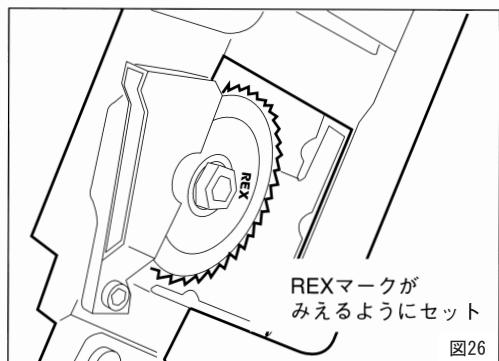

図26
- ④刃物の取付け方向はREXマーク及び文字が刻印されている面を表に向けて取付けてください。(図26)
- ⑤刃物の交換が終ったら、必ずカバーを取り付け、止めねじをしっかりと取付けてください。